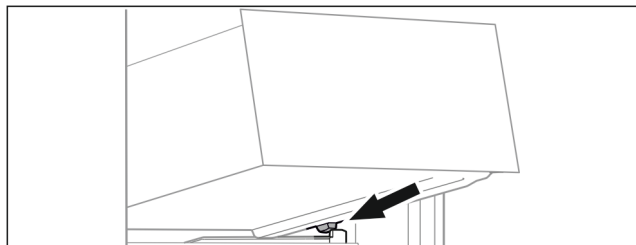

Fig. 97
- ▶ Coloque el cajón inclinado detrás de los topes sobre la nervadura para recipientes. (consulte Fig. 97)